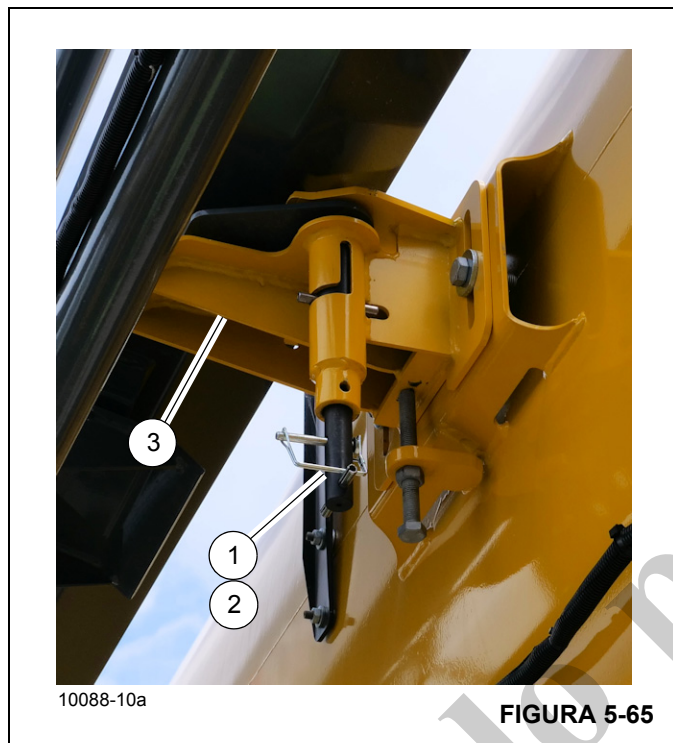

FIGURA 5-65
- a. Retire la pinza de retención (1, Figura 5-65) del pasador (2) en el soporte de almacenamiento de la sección de extremo (3).
- b. Gire el pasador (2) en sentido horario para que el pasador de acción por resorte se bloquee en la sección de extremo.
- c. Vuelva a instalar la pinza de retención (1) en el pasador (2).